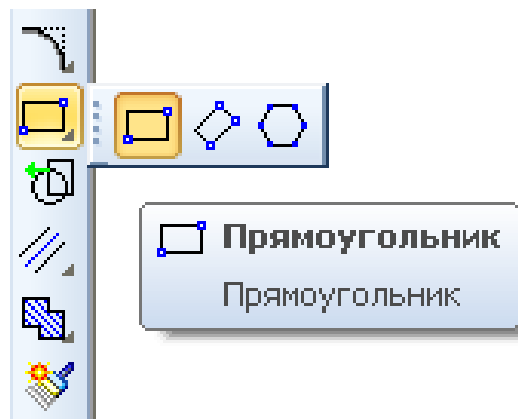

Рис. 2.3.6
1. На Панелі розширених команд вводу багатокутників, увімкніть **Прямокутник** (рис. 2.3.6).